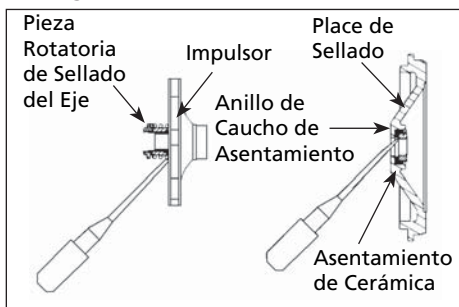

Figura 10 - Remoción del Sello del Eje y el Asentamiento de Cerámica
8. Planquee la pieza rotatoria de sellado del eje para que salga del impulsor (Figura 10).
9. Empuje o palanquee el asentamiento de cerámica para separarlo de la placa de sellado (Figura 10).